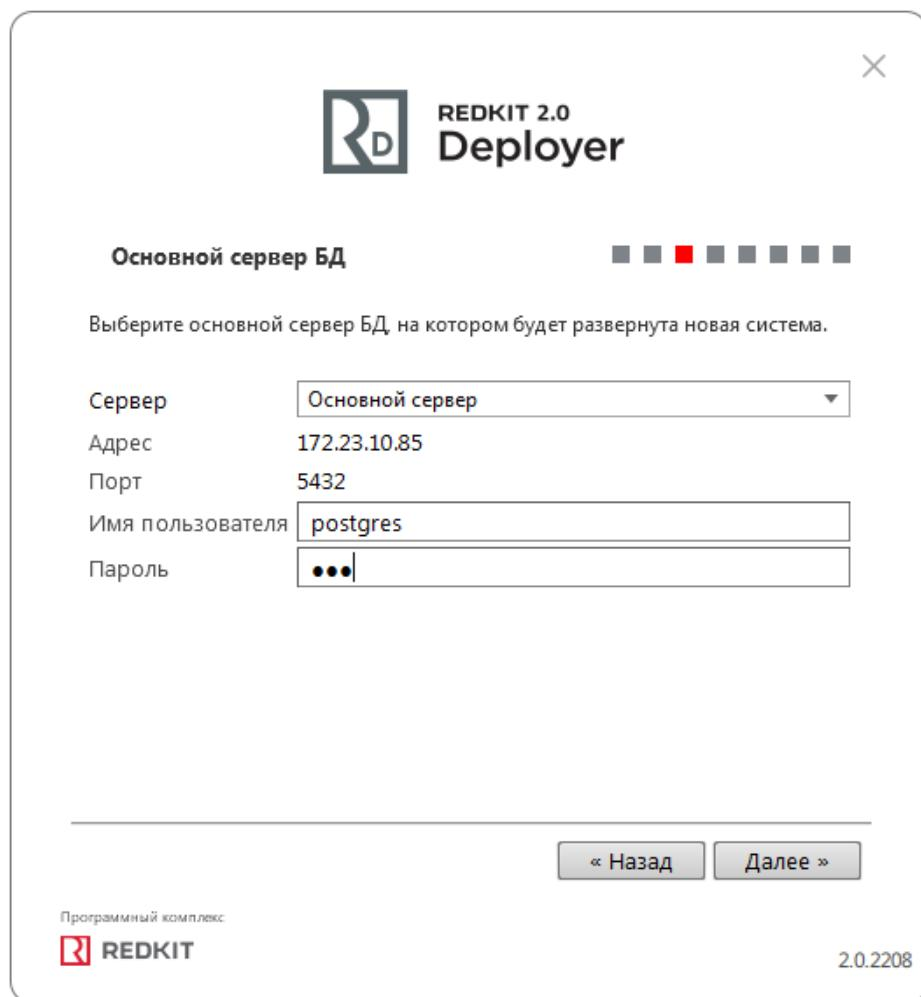

Рисунок 64 - Основной сервер БД
7. Укажите параметры для подключения к основному серверу БД, используя имя пользователя и пароль из п.12 раздела Установка СУБД Postgres. Нажмите **Далее** (Рисунок 64).